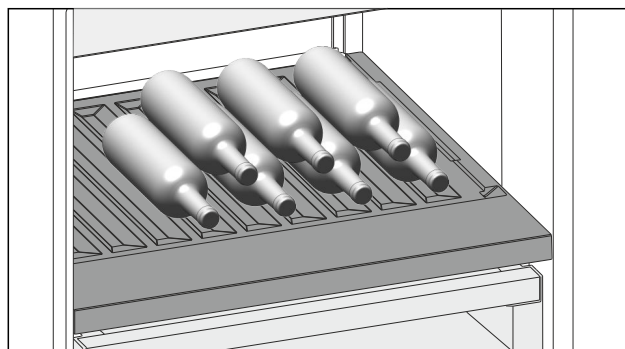

Fig. 158
- ▶ Láhve ukládejte dnem dozadu k zadní stěně. (viz Fig. 158)